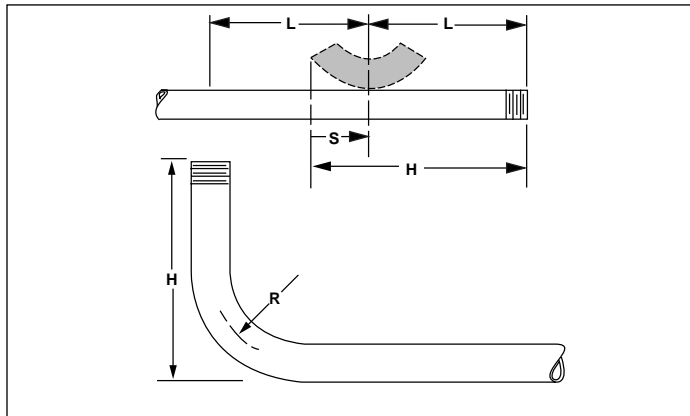

Figura 5
1. Marque la dimensión deseada de giro (**H**) en la longitud recta del tubo (vea la FIGURA 5).